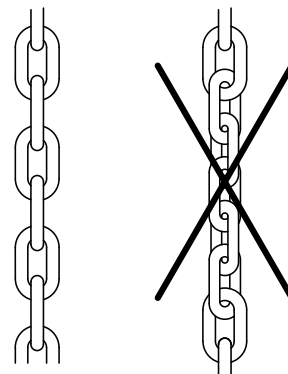

Fig. 2: Modificación la cadena
MODIFICACION DE LA CADENA (Fig. 2)
- Al modificar la longitud de la cadena se ha de tener cuidado para que no se gire sobre si misma. (Fig. 2).